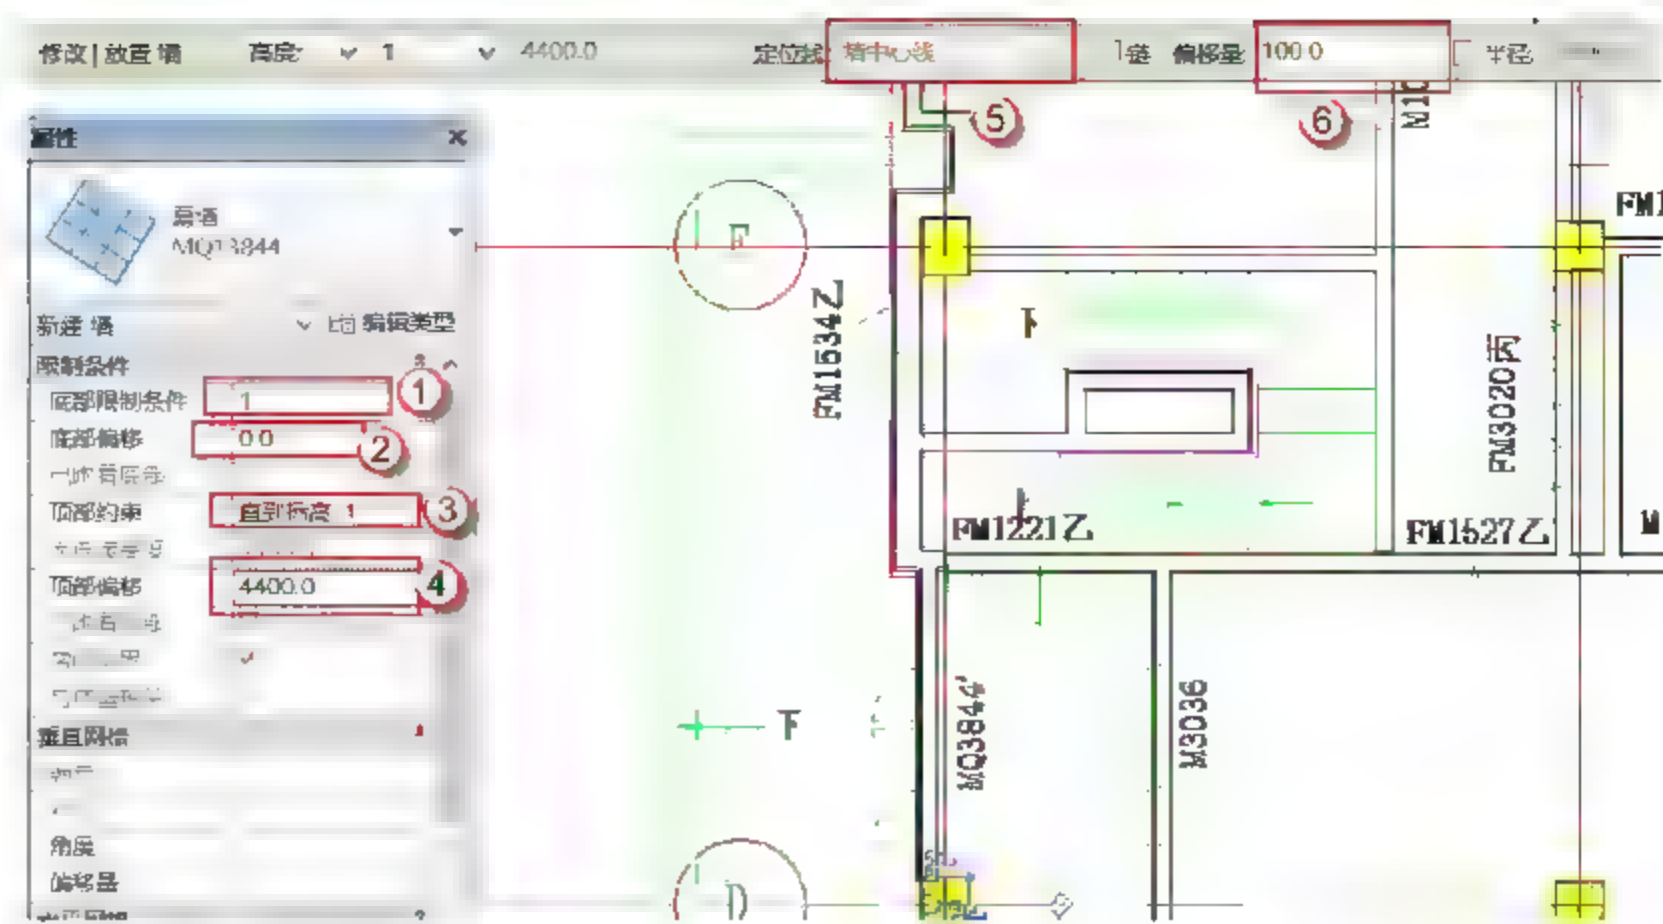
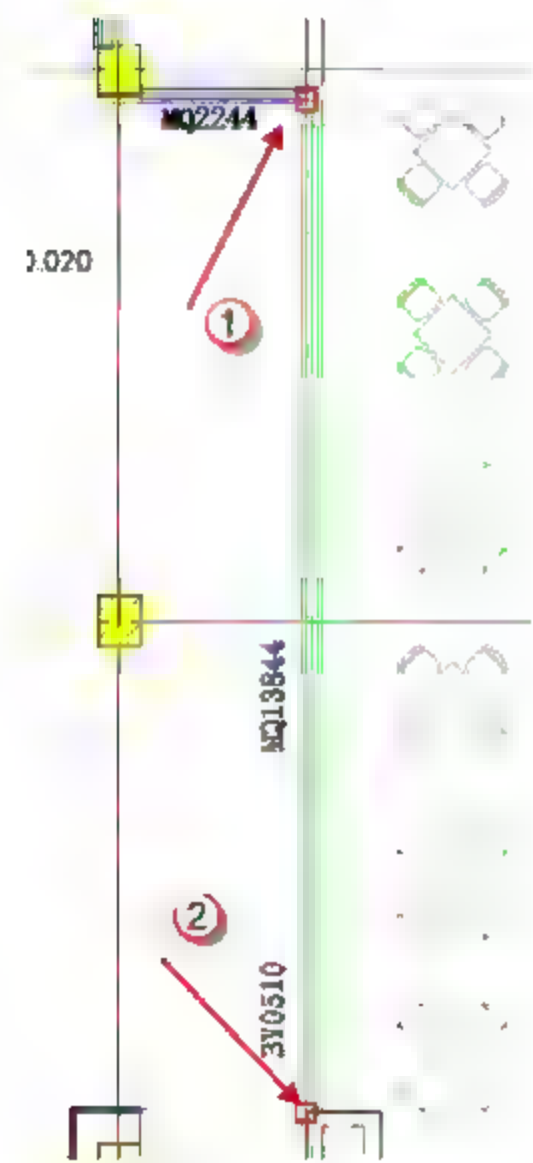
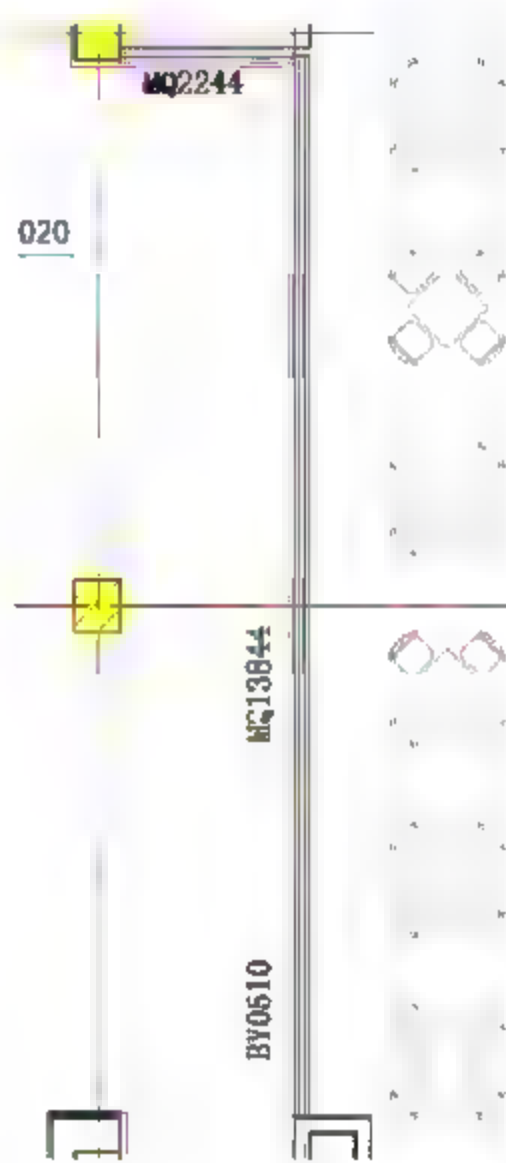

图 10.3.22 “MQ13844”的绘制参数设置
图 10.3.23 “MQ13844”的绘制捕捉点
图 10.3.24 “MQ13844”绘制完成图
(2) “MQ13844”的绘制。选择“建筑”→“墙”→“MQ13844”命令，也可以直接按快捷键 W+A，再选择“MQ13844”。设置“MQ13844”的绘制参数，将“底部限制条件”改为“1”，“底部偏移”为“0”，“顶部约束”为“直到标高：1”，“顶部偏移”为“4400mm”，“定位线”为“墙中心线”，“偏移量”为“100mm”，如图 10.3.22 所示。参数设置完成后依次捕捉如图 10.3.23 所示的“1”点和“2”点绘制出“MQ13844”，绘制完成后如图 10.3.24 所示。